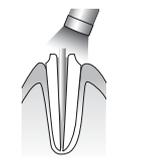

Fig. 11. 11. ábra
- b) Фотополимеризуйте все поверхности в течение 20 секунд или дайте цементу самоотвердиться в течение 4 минут после фиксации штифта (рис. 11).
Фиг. 11. 11. рис. 11
obr. 11. 11. рис. 11